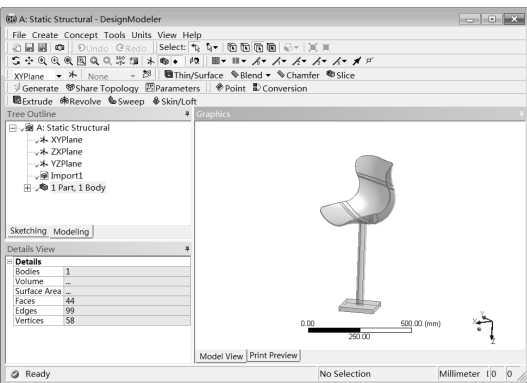

图 5-9 生成后的 DesignModeler 界面
Step4：单击  Generate（生成）按钮，即可显示生成的几何体，如图 5-9 所示，此时可在几何体上进行其他的操作。本例无须进行操作。